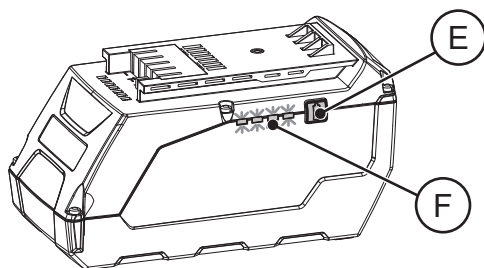

FIG. 17
La batería dispone de pantalla con indicadores LED de estado (F); pulse el botón (E) para activar la pantalla (FIG. 17).